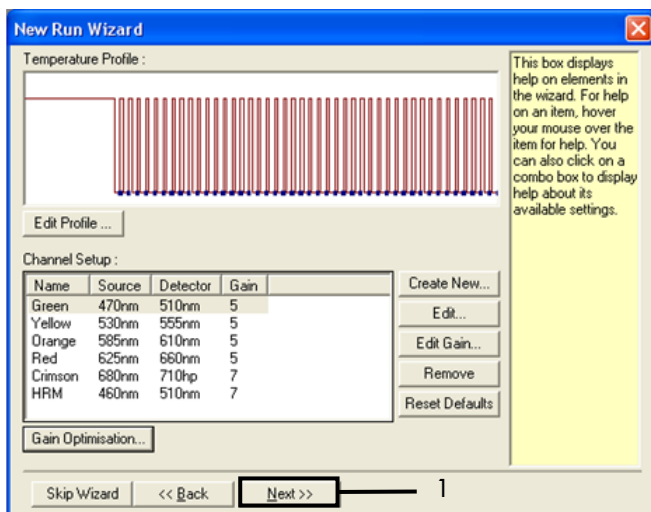

Figura 32. "Next" (Siguiente) (1).
- Haga clic en Next (Siguiete) (figura 32). Haga clic en Save Template (Guardar molde) para guardar la plantilla del *therascreen* EGFR RGQ PCR Kit (archivo *.ret) en una ubicación adecuada.